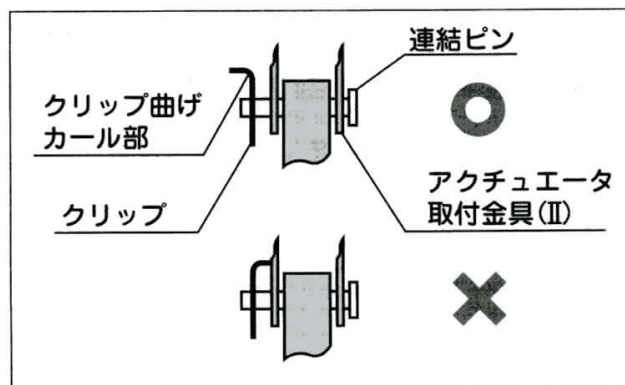

図7
・クリップを差し込む時は、クリップの曲げカール部をアクチュエータ取付金具 (II) の反対側に向けてください。図7